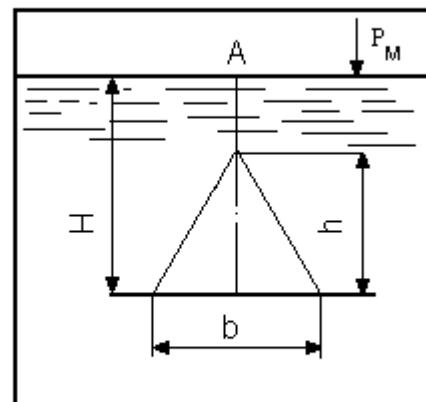

Рис. 1.19
13. Отверстие в боковой вертикальной стенке закрытого резервуара, представляющее собой равносторонний треугольник со стороной $b = 0,5$ м, закрыто крышкой (рис. 1.19). Определить силу давления воды на крышку, если горизонтальное основание треугольного отверстия расположенного на глубине $H = 1,5$ м, а манометрическое давление на свободной поверхности p_m равно: